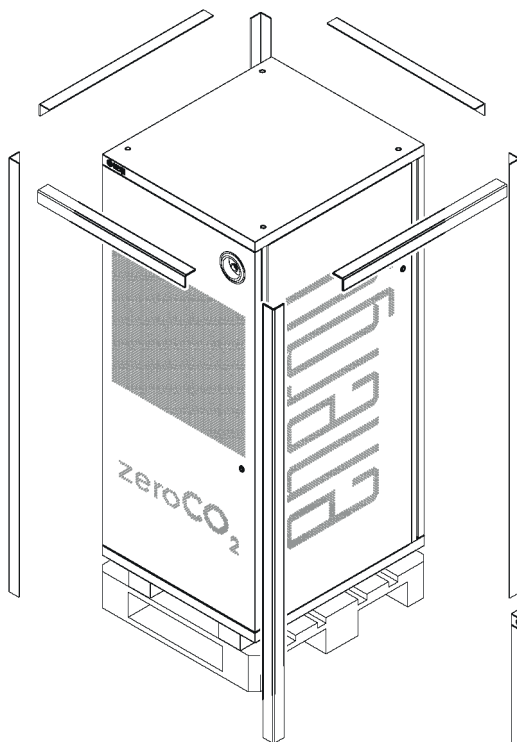

Fig. 4.6
5. Rimuovere gli angolari paracolpi in cartone (Fig. 4.6).